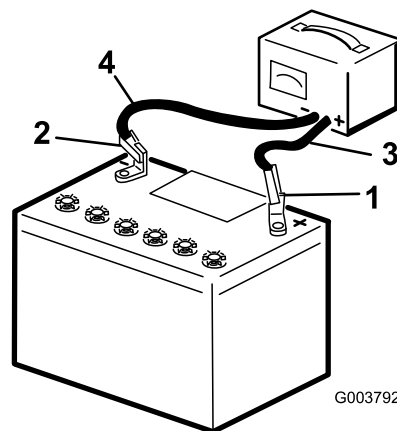

Figura 44
2. Carregue a bateria com um carregador de bateria de 3 a 4 amperes, durante 4 a 8 horas (Figura 44). Não carregue demasiado a bateria.
3. Quando a bateria estiver totalmente carregada, desligue o carregador da tomada elétrica e em seguida desligue os cabos do carregador dos bornes da bateria (Figura 44).
1. Utilizando os fixadores anteriormente retirados, instale o cabo da bateria positivo (vermelho) no terminal da bateria positivo (+) (Figura 44).
3. Utilizando os fixadores anteriormente retirados, instale o cabo da bateria negativo (preto) no terminal da bateria negativo (-) (Figura 44).
4. Prenda a bateria utilizando a barra e as quatro porcas de orelhas (Figura 44).